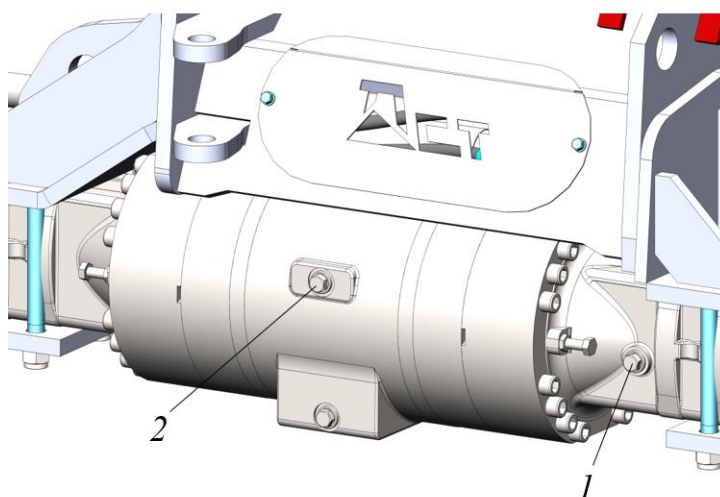

Рисунок 5.59 Контроль уровня масла в картере переднего моста
- ▶ Открутить пробку для контроля уровня масла 1, рис. 5.59.
- ▶ Проверить уровень масла. Масло должно находиться на уровне нижней кромки отверстия под пробку рис. 5.59. При необходимости долить масло, см. 5.15.3
- ▶ Закрутить пробку для контроля уровня масла 2, рис. 5.59, моментом 35-39 Н*м.
- ▶ Через отверстие 1 (см. рис. 5.61) картера моста залить масло до момента, пока уровень масла не достигнет нижней кромки контрольного отверстия 1 (рис. 5.59).